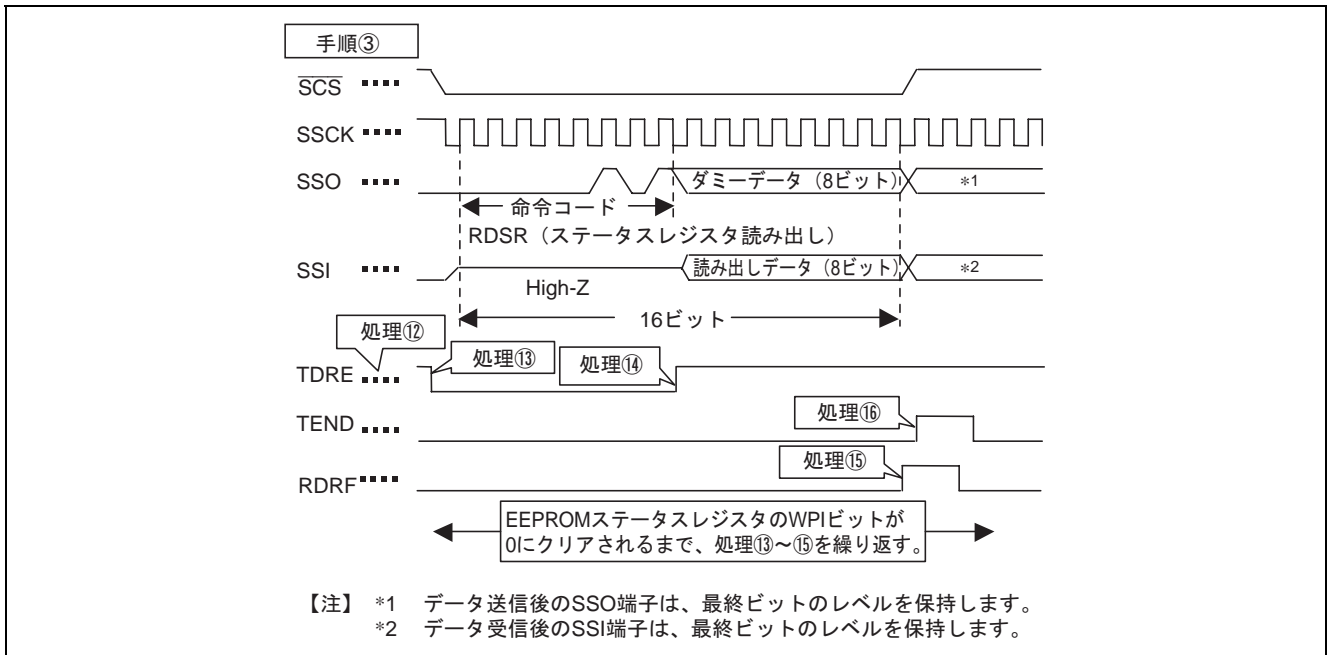

図5 通信内容と動作内容 (データ書き込みの終了確認)
- 図 5 に通信内容と動作内容を示します。また、表 8 にソフトウェアおよびハードウェア処理内容を示します。
- 図 5 に通信内容と動作内容を示します。また、表 9 にソフトウェアおよびハードウェア処理内容を示します。